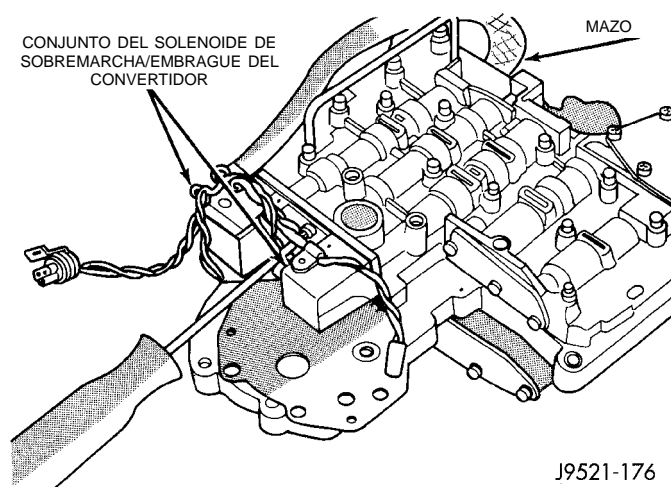

Fig. 50 Tornillos del conjunto del solenoide
(11) Gire el cuerpo de válvulas y retire los tornillos que fijan el conjunto del solenoide de sobremarcha/convertidor al cuerpo de válvulas (Fig. 50).